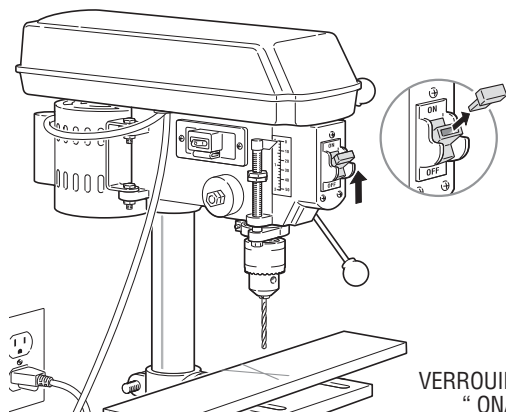

FIGURE 11.
1. Pour VERROUILLER l'interrupteur "ON/OFF" (marche/arrêt), saisir le sélecteur de l'interrupteur (1) et le retirer de l'interrupteur "ON/OFF" (2). Voir figure 11.